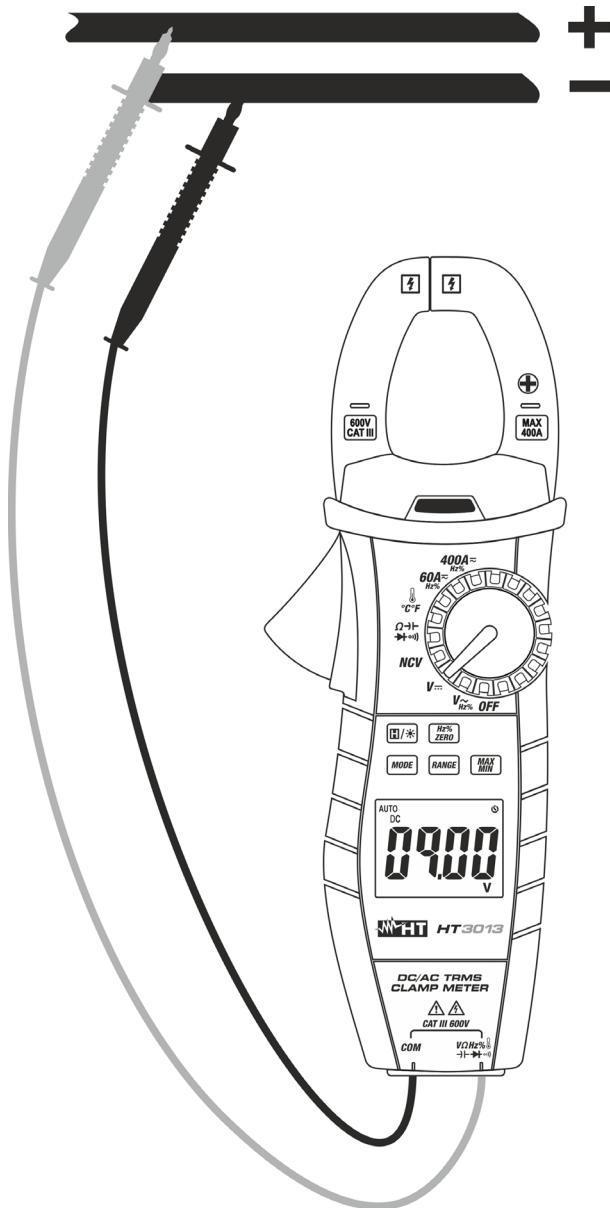

Fig. 3: Uso del instrumento en medida de Tensión CC
3. Posicione las puntas de prueba en los puntos deseados del circuito en examen (ver Fig. 3). El valor de la tensión se muestra en pantalla
5. La visualización del símbolo “-” sobre el visualizador del instrumento indica que la tensión tiene sentido opuesto respecto a la conexión de la Fig. 3